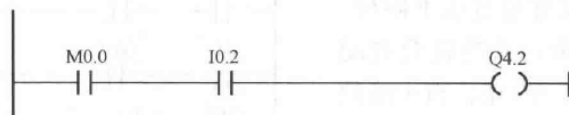

图 5-35 水池下限液位指示程序梯形图
- 3) 水池下限液位指示程序。水池下限液位指示程序梯形图如图 5-35 所示。